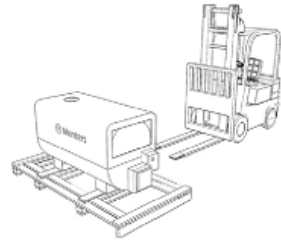

fig. 2
I riscaldatori d'aria GPmp di serie sono consegnati in scatole di cartone su pallet di legno e devono essere maneggiati con cura. I riscaldatori sono fissati al di sotto del telaio, direttamente sul pallet di legno (vedere fig. 2).
Quando il generatore d'aria calda è collocato sul pallet, è possibile trasportarlo usando un idoneo carrello elevatore o sollevatore di pallet. Tali dispositivi devono essere dotati di opportune forche, per assicurare una corretta distribuzione del peso (vedere fig. 2).
- inserire le forche del carrello elevatore nelle aperture (vedere fig. 2);